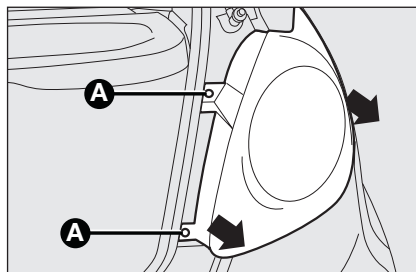

fig. 19
- dévisser les deux vis de fixation **A-fig. 19** et extraire axialement le groupe optique, sans le tourner ;